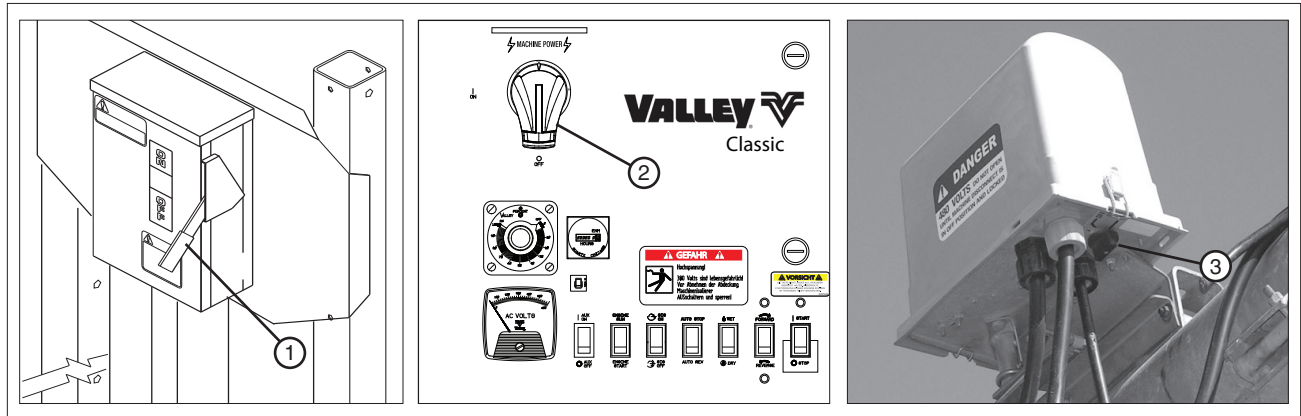

Abbildung 29-1 1. Haupttrennschalter der Stromversorgung
- Haupttrennschalter der Stromversorgung zwischen der öffentlichen Stromversorgung und der Bedienungskonsole. Siehe Abbildung 29-1.
- Haupttrennschalter auf der Bedienungskonsole. Siehe Abbildung 29-1.
- Einen Turmkasten-Trennschalter. Siehe Abbildung 29-1.